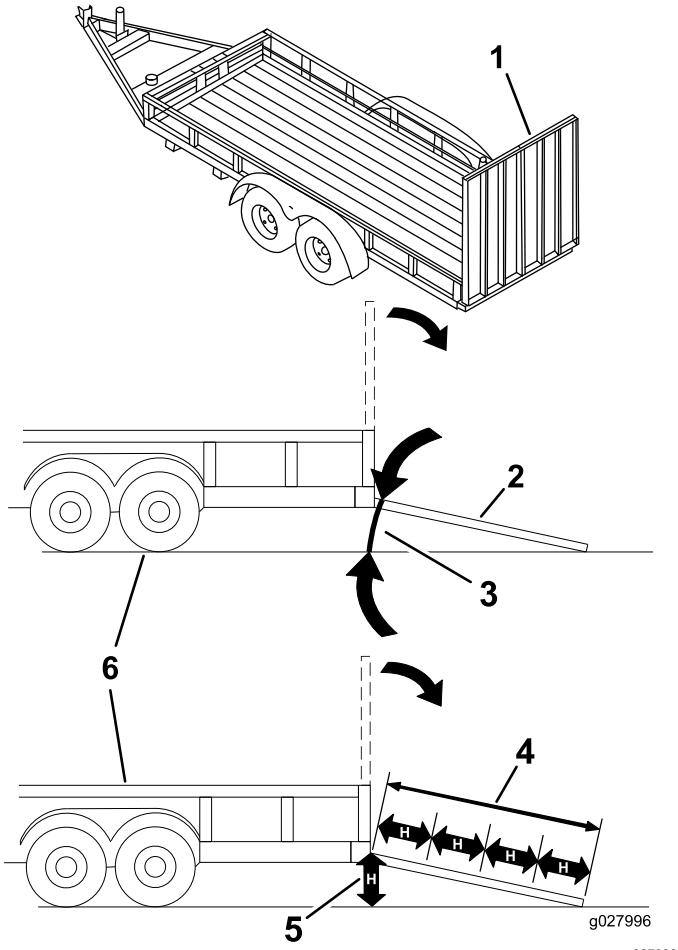

Figure 31
**Le chargement de la machine sur une remorque ou un camion augmente le risque de basculement et donc de blessures graves ou mortelles (Figure 31).**
3. Abaissez la rampe pour que l'angle avec le sol ne dépasse pas 15 degrés (Figure 31).
1. Abaissez la rampe pour que l'angle avec le sol ne dépasse pas 15 degrés (Figure 31).